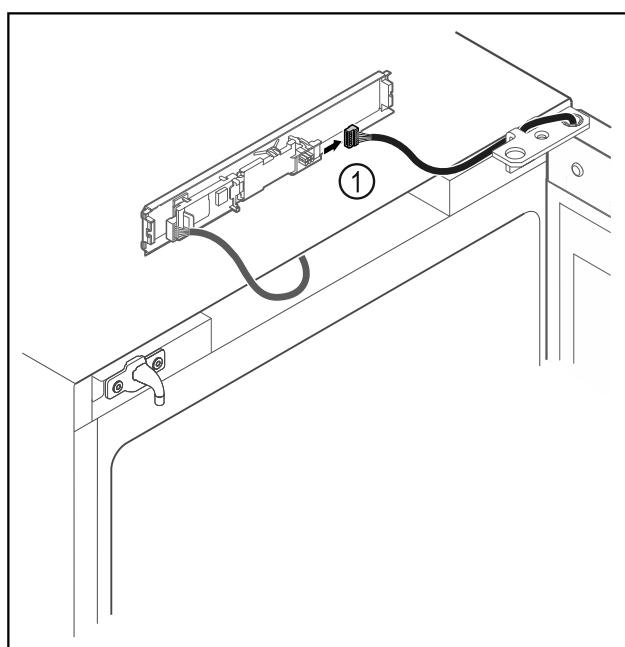

Fig. 18
- Odpojte zástrčku Fig. 18 (1) z dosky plošných spojov.